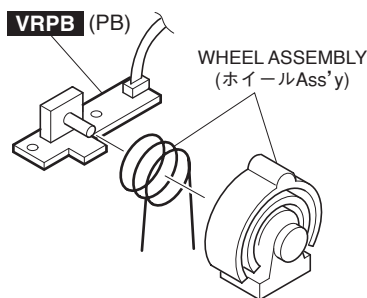

Fig.10 (図10)
- 13-5 Pull out the wheel assembly from the VRPB (PB) circuit board. (Fig.10)
- 13-5 VRPB (PB) シートからホイール Ass'y を抜いて外します。(図 10)